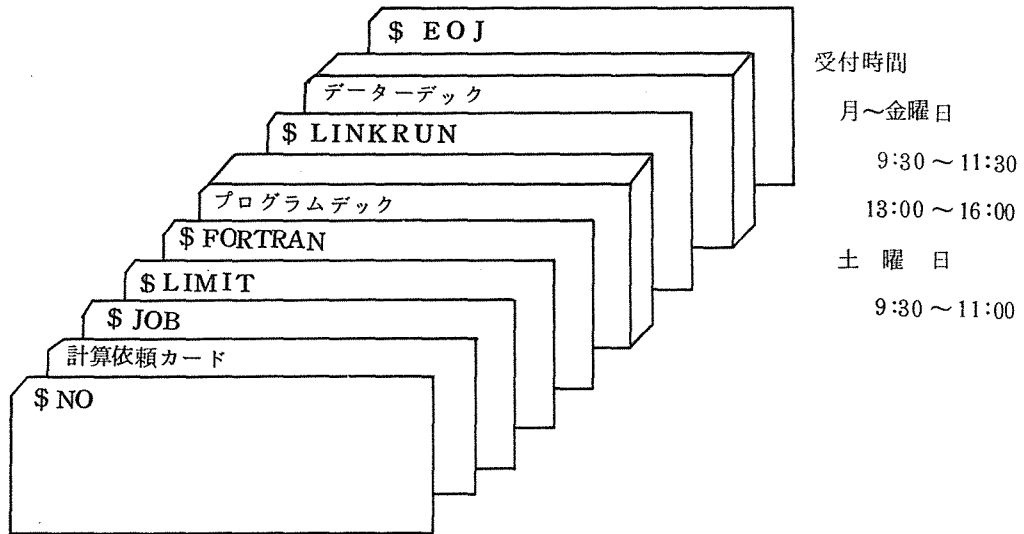

図4-2 標準形カードデッキ構成(センター入力)
② Cおよび特殊JOBを依頼される時は、図4-2の要領でカードデッキを用意し、Noカード、計算依頼カードに必要事項を記入の上ジョブ受付に提出して下さい。
① 豊中連絡所から計算依頼される時は、図4-2の要領でカードデッキを用意し、Noカード計算依頼カードに必要な事項を記入の上、連絡所受付に提出して下さい。
利用者旅費制度を利用され優先JOBとして計算依頼される時は図4-2の要領でカードデックを用意しNOカード計算依頼カードに必要な事項を記入の上ジョブ受付に提出して下さい。受付時間はジョブ受付時間内に限ります。